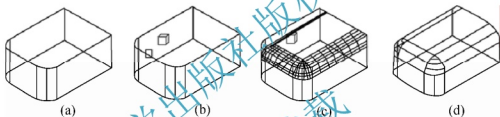

图 12-13 选择边链倒圆角
(2) **【链(C)】**: 选中一条边也就选中了一系列相切的边。如图 12-13(a)所示, 选择该立体表面的一条边(图 12-13(b)), 则其相切的边被倒圆角, 如图 12-13(c)所示; 回车后, 结果如图 12-13(d)所示。